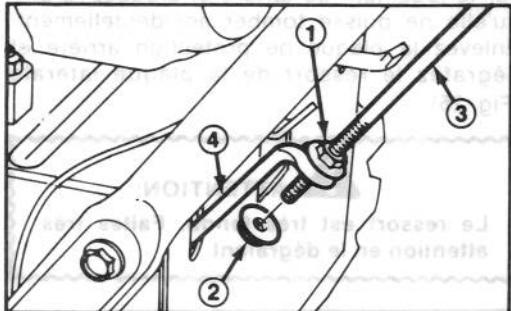
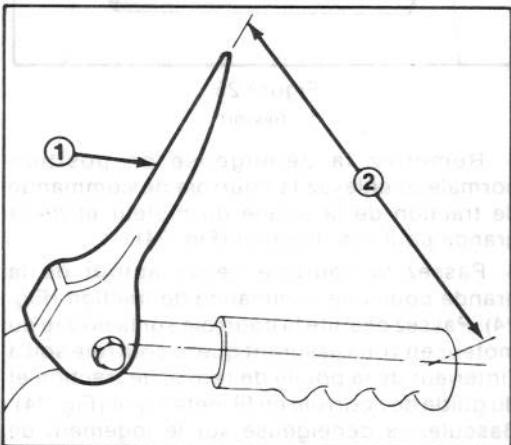

Figure 26
Figure 27
1. Desserrez les écrous de blocage qui fixent la tige de commande de traction supérieure à la tige de commande de traction inférieure (Fig. 26).
2. Réglez l'écrou de blocage supérieur (Fig. 26) jusqu'à ce qu'il y ait un écartement d'environ 5 pouces (12.7cm) entre le centre du mancheron et le bout du levier de commande de traction (Fig. 27).